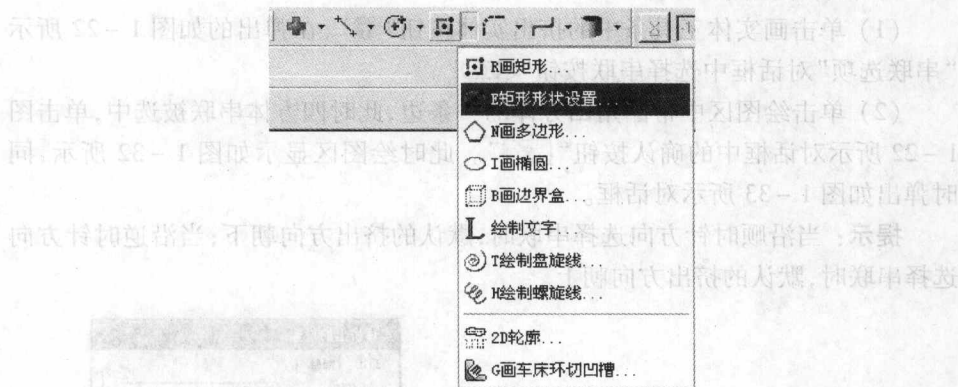
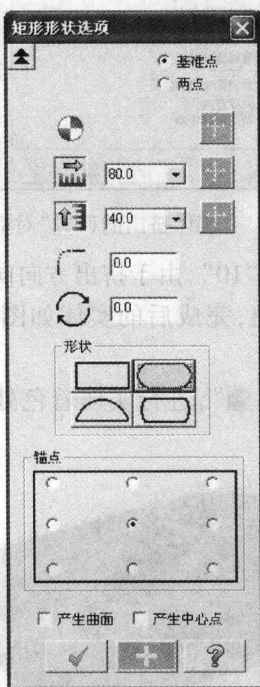
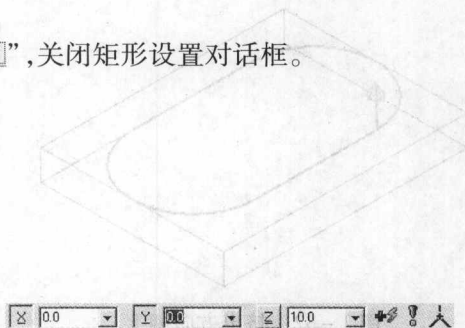

图 1-28 选择矩形形状设置工具条
图 1-29 “矩形形状选项”对话框
图 1-30 设置矩形中心点坐标
(2) 单击如图 1-28 所示绘图工具条中画矩形按钮“”右侧小箭头,在展开菜单中选择“E 矩形形状设置...”,弹出如图 1-29 所示“矩形形状选项”对话框。
(3) 如果该对话框没有展开,则可单击该对话框左上角的按钮“”使对话框展开。在该对话框中将宽度“”设为“80.0”,高度“”设为“40.0”,选中所需形状“”,并在【锚点】中选择矩形中心。
(4) 不要关闭矩形设置对话框,直接在图 1-30 所示对话框中输入矩形
(5) 单击图 1-29 中的按钮“”，关闭矩形设置对话框。